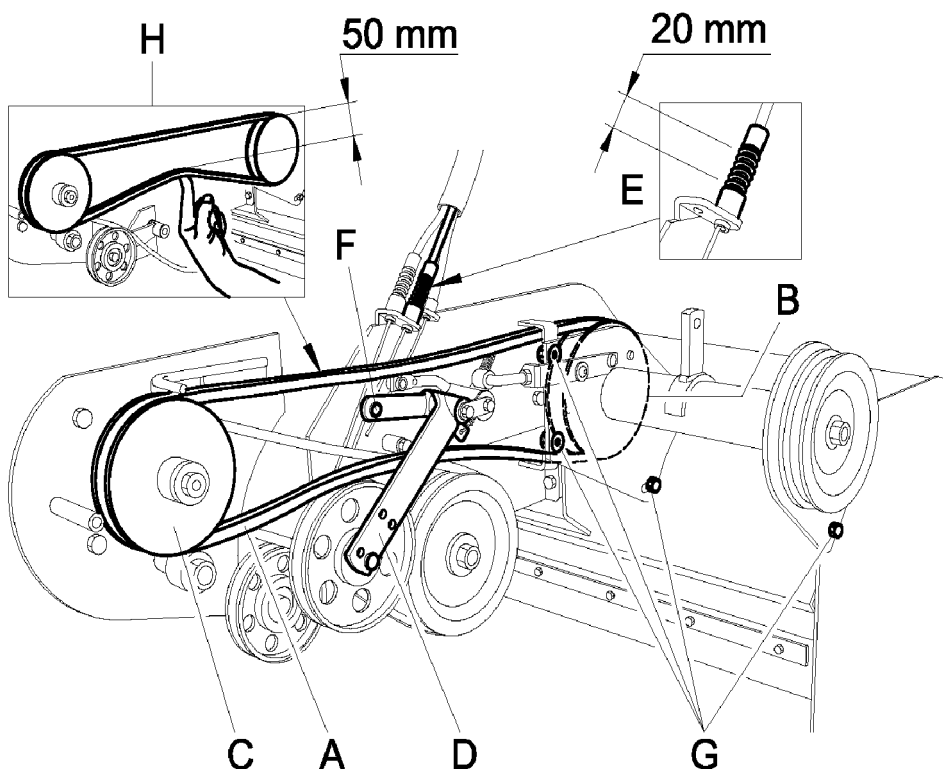

Figure 12
- Retirer la courroie d'embrayage du rotor (Fig. 12 Réf. A) en tournant la poulie du moteur dans le sens inverse aux aiguilles d'une montre.
- Enlever la courroie (Fig. 12 Réf. A) en tournant la poulie du moteur (Fig. 12 Réf. C) dans le sens inverse des aiguilles d'une montre.
- Monter la nouvelle courroie en l'introduisant tout d'abord dans la grande poulie (Fig. 12 Réf. B) puis dans la poulie du moteur (Fig. 12 Réf. C).
- Vérifier que la distance entre les deux parties soit équivalente à 50 mm en faisant pression sur la partie inférieure de la courroie (Fig. 12 Réf. H) à l'aide d'un doigt
a) déplacer le groupe de renvoi en desserrant les écrous de fixation (Fig. 12 Réf. G) jusqu'à obtenir la distance souhaitée ;
b) vérifier que les deux poulies (Fig. 12 Réf. B et C) soient alignées, après avoir procédé au réglage de la position du groupe de renvoi et avant serrage des écrous de blocage du groupe ;
- contrôler en agissant sur le levier d'enclenchement du rotor (Fig. 12 Réf. D), que la hauteur du ressort en phase de travail soit de 20 mm (Fig. 12 Réf. E), lorsque le tendeur de courroie se trouve en butée de fin de course (Fig. 5 Rif.D)
- agir sur le bornier de fixation du câble (Fig. 12 Réf. F), si la hauteur du ressort s'avère incorrecte lorsque le tendeur de courroie est enclenché, et ce jusqu'à obtenir la valeur souhaitée.